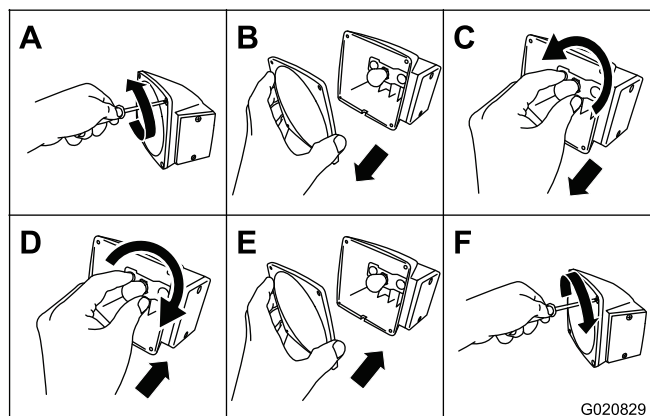

Figura 62
- Utilice un destornillador para retirar los 4 tornillos de la lente cuadrada grande de la luz (Figura 62).
- Retire la lente (Figura 62).
- Empuje y gire la lámpara en sentido antihorario para retirarla del zócalo (Figura 62).
- Instale una lámpara nueva del tipo especificado en el zócalo, y gírela en sentido horario (Figura 62).
- Instale la lente y los 4 tornillos (Figura 62).